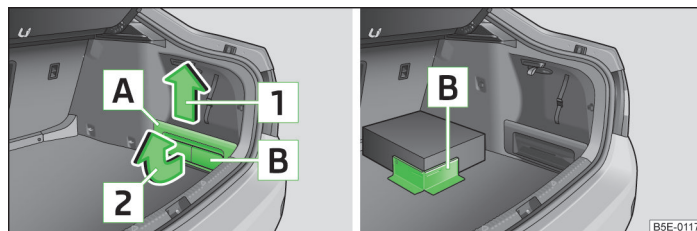

Fig. 92 Estrarre lo scomparto portaoggetti e l'elemento Cargo/esempio di fissaggio di un bagaglio utilizzando l'elemento Cargo
- Togliere il coperchio dello scomparto portaoggetti **A** nella direzione indicata dalla freccia **1** » fig. 92.
- Estrarre l'elemento Cargo **B** (una parte del coperchio dello scomparto) nella direzione indicata dalla freccia **2** » fig. 92.